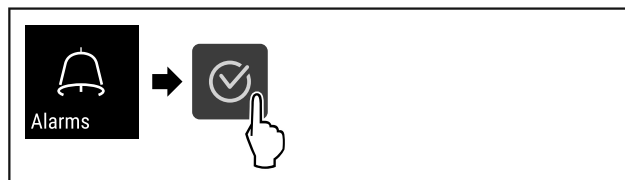

Fig. 96
- ▶ Atlikite veiksmus (žr. Fig. 96).
- ▶ Atlikite veiksmus (žr. Fig. 96) .